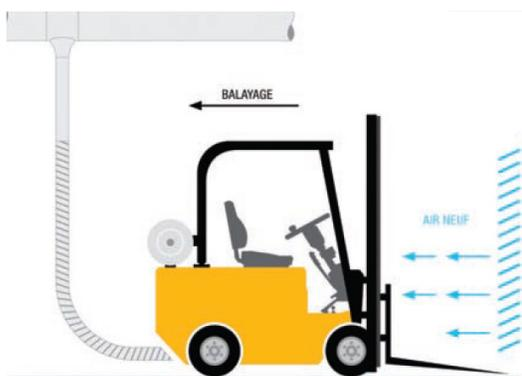

Figure 1 : Ventilation locale d'un poste d'entretien
Un système de captation à la source des émissions associé à un apport d'air propre (neuf) permet de minimiser l'exposition des travailleuses et des travailleurs aux émanations des gaz toxiques. Ce dispositif, illustré à la figure 1, doit pouvoir s'adapter aux différents systèmes d'échappement des chariots et être conçu à cet effet (ignifuge).
- Faire réchauffer le véhicule à l'extérieur si possible, sinon relier le tuyau d'échappement à une ventilation locale (voir figure 1).